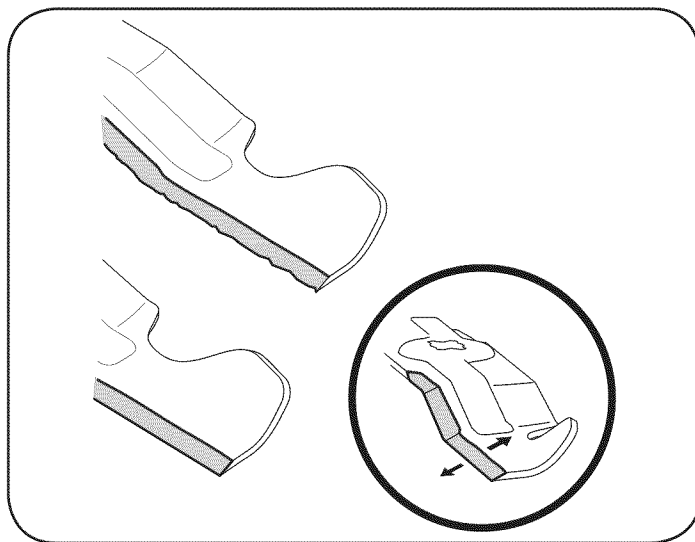

Figura 31
4. Para afilar las cuchillas de corte de forma adecuada, extraiga cantidades iguales de metal de ambos extremos de las cuchillas a lo largo de los bordes cortantes, paralelo al borde de caída y a un ángulo de 25° a 30°. Afíle siempre cada borde de las cuchillas de corte de forma pareja para mantener un equilibrio adecuado entre las mismas. Vea la Figura 31.